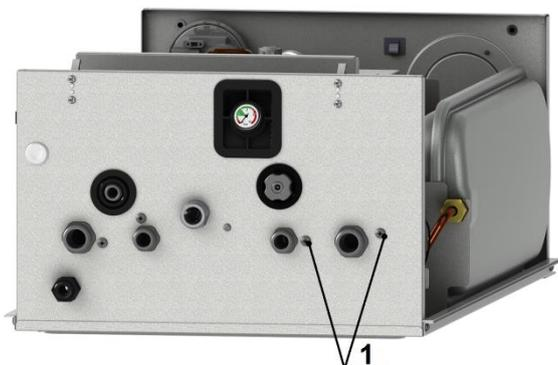

Рис. 12 Нижняя панель котла
- отвернуть на нижней панели котла 2 винта (1) крепления гидроблока с насосом, см. рисунок 12;